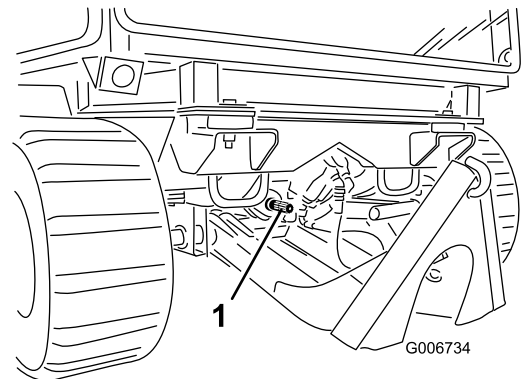

Figura 57
6. Si el accesorio es accionado por la toma de fuerza, extienda el árbol de la toma de fuerza del accesorio e introdúzcalo en el árbol de la toma de fuerza de la máquina (Figura 57).